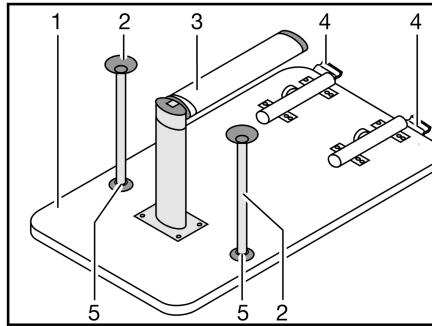

Fig. 89 Base de cama
- Levantar 45° aprox. el tablero de mesa (Fig. 89,1) por delante.
- Abatir la parte inferior de la pata de apoyo articulada (Fig. 89,3) 90°. Para ello, según el modelo, tirar la parte inferior de la pata de apoyo articulada hacia abajo o presionar el botón de desbloqueo.
- En el bloqueo (Fig. 89,4) pulsar el botón de desbloqueo.
- Según el modelo, encajar los dos pies de apoyo adicionales (Fig. 89,2) en los alojamientos (Fig. 89,5) en el lado inferior del tablero de la mesa.